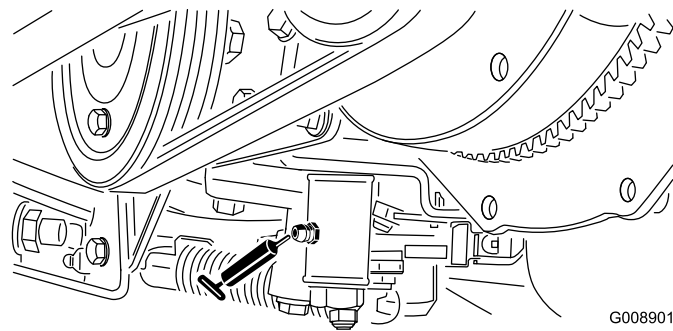

Figura 51
- Mecanismo de ajuste de punto muerto (Figura 51)